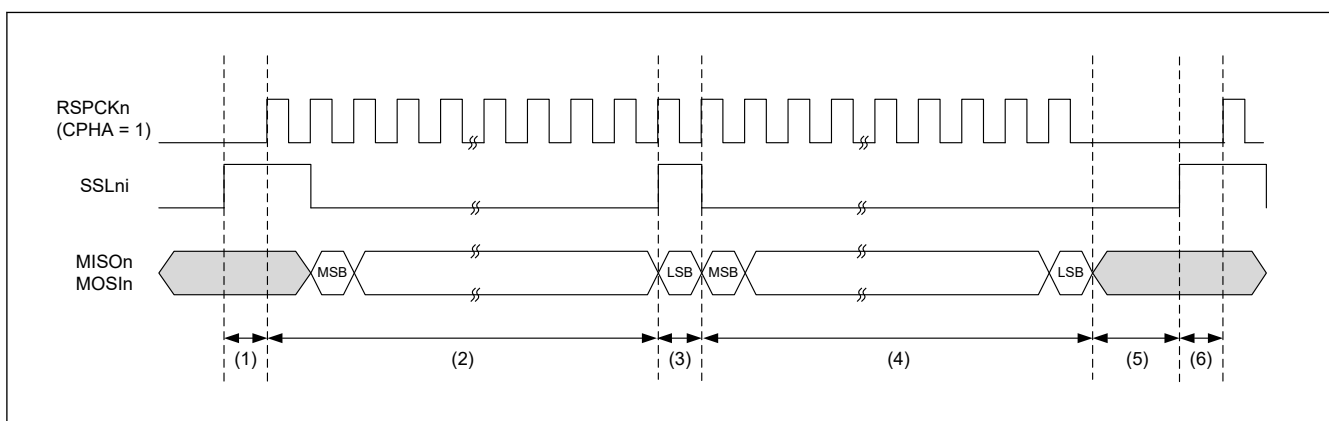

図 30.59 バースト転送の動作例 (SPFRF = 1)
- SPI コマンドレジスタ (SPCMD) の SSLni 信号レベル保持ビット (SSLKP) が 1 で、SPI コントロールレジスタ (SPCR) のバースト転送フレーム遅延選択ビット (BFDS) が 1 のときの SPCMD0~SPCMD1 を図 30.59 に示します。設定によりバースト転送を実現した場合の SSLni 信号動作とシリアルデータ MISO_n/MOSI_n の例を以下に示します。SSLni 出力信号の極性は、SPI SSLi 信号極性ビット (SPCR3.SSLiP) (i = 0~3) の設定値で決まります。